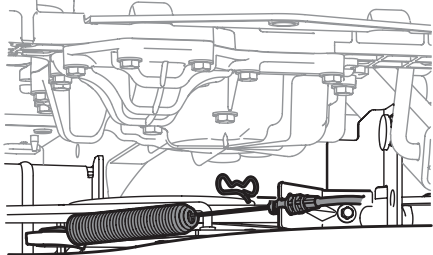

Figura 39
- Extraiga el pasador de chaveta que sujeta el cable de la PTO al soporte de la plataforma, tire hacia atrás del cable de la PTO, luego deslícelo fuera del soporte y desenganche el resorte de la polea loca (Figura 39).